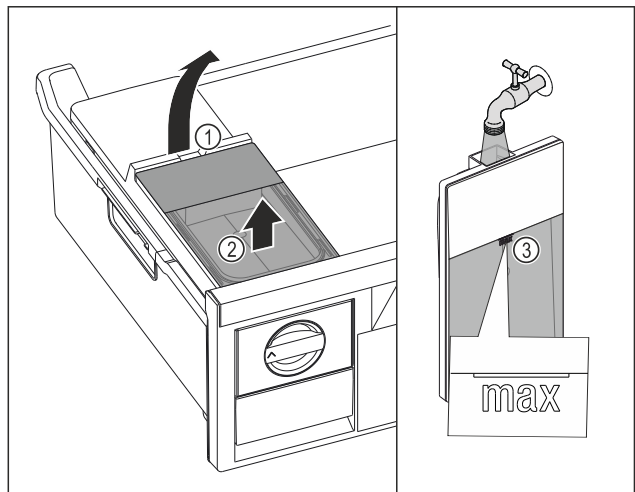

Fig. 80
- ▶ Elevar el depósito de agua por la entalladura Fig. 80 (1).
- ▶ Extraer el depósito de agua hacia arriba. Fig. 80 (2)
- ▶ Llenar el depósito de agua con agua potable hasta la marca Fig. 80 (3).